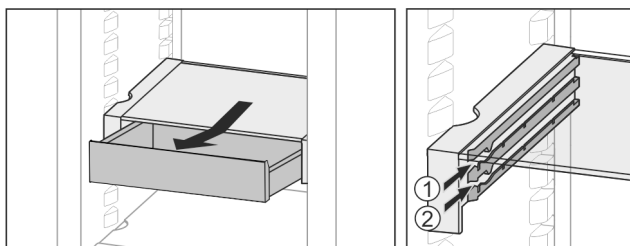

Fig. 30
- ▶ Insértelo a la altura deseada Fig. 30 (1) o Fig. 30 (2).